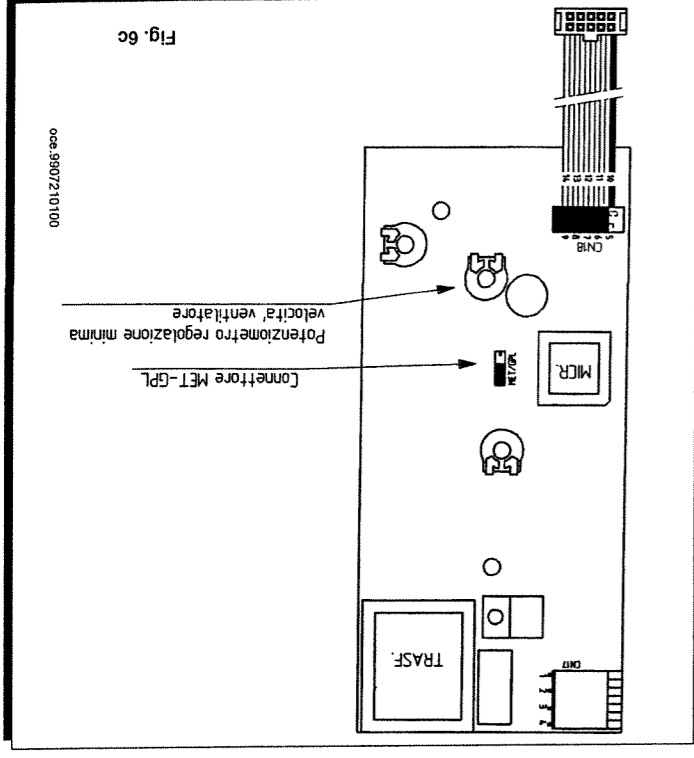

Fig. 6c
Se si rende necessario ritoccare il valore di taratura della scheda ventilatore (per ottimizzare i parametri di combustione) si deve agire sul potenziometro di regolazione minima velocità ventilatore (si veda Fig. 6c) si procede come segue:
- la verifica della tensione al ventilatore si esegue collegando i puntali di un "tester" sui terminali n° 1 e n° 4 del connettore CN17 (si veda fig. 6c) presente sulla scheda ventilatore;
- ruotare con un cacciavite, in senso orario per incrementare la tensione al ventilatore, il potenziometro min. velocità (si veda fig. 6c) ed in senso antiorario per diminuirla;
* Cambio Gas Connettore MET-GPL (Fig. 6c)